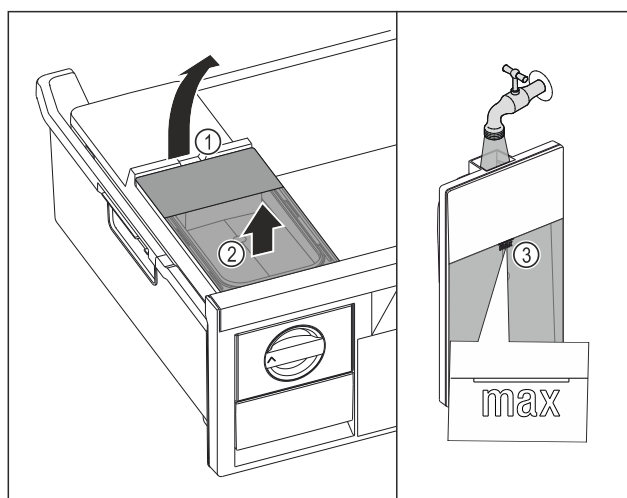

Fig. 109
- ▶ Podignite spremnik za vodu na otvoru Fig. 109 (1).
- ▶ Izvadite spremnik za vodu prema gore Fig. 109 (2)
- ▶ Spremnik za vodu napunite pitkom vodom do oznake Fig. 109 (3).